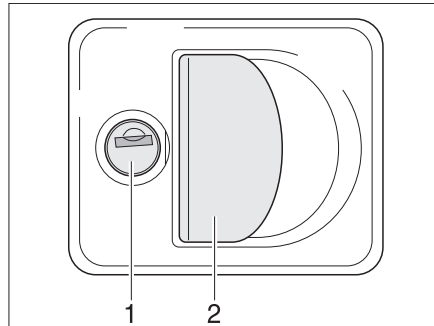

Bild 27 Lucklås med greppkåpa
- Stick in nyckeln i låscylindern (Bild 27,1) och vrid ett kvarts varv. Lucklåset är upplåst.
- Drag i låshandtaget (Bild 27,2). Den utvändiga luckan är öppen.